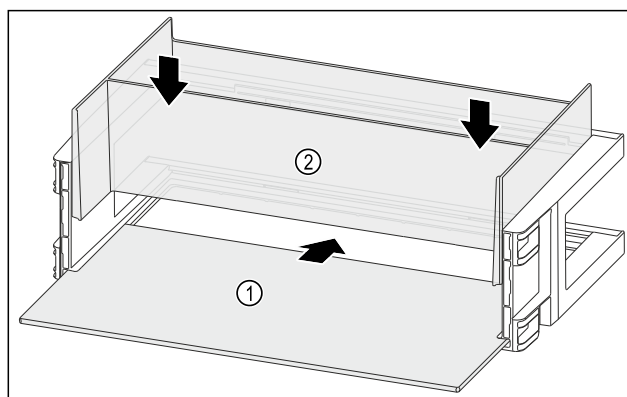

Fig. 112
- Вкарайте рафта Fig. 112 (1) в страничните прорези.
- Поставете органайзера Fig. 112 (2).